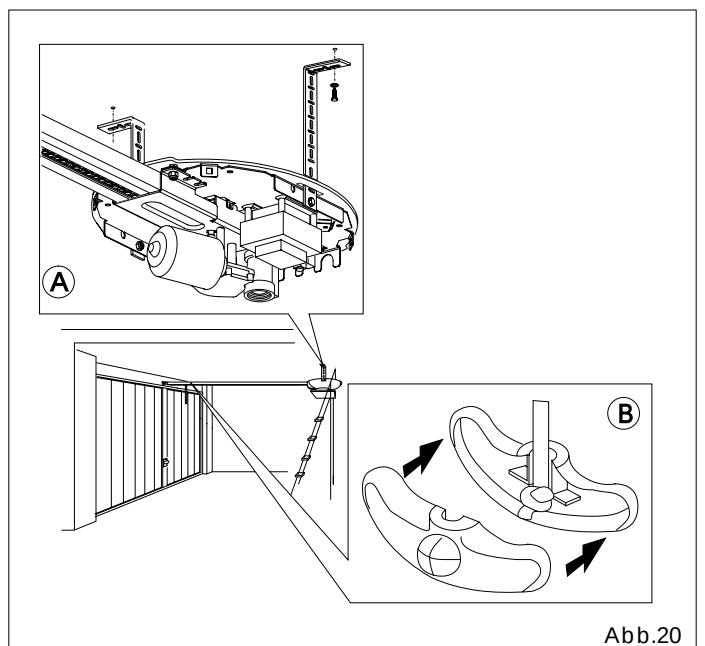

Abb.20
- 6.14 Den Knoten gemäß Abb.20 Bez.B im Hebel befestigen und diesen wieder schließen.
6.12 Die Bohrungen vornehmen, die Dübel einschieben und das Motoraggregat mit den Schrauben und den Unterlegscheiben an der Decke befestigen (Abb.20 Bez.A).